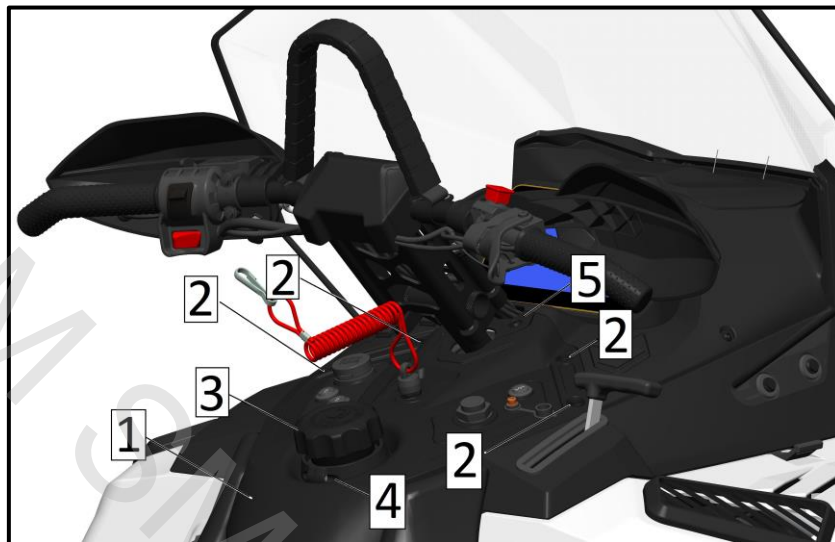

Рис. 2
1. Извлеките 4 вытяжных клипсы (поз. 2, рис. 2) с помощью съемника.
2. Снимите крышку топливного бака (поз. 3, рис. 2).
3. Снимите фиксирующий хомут (поз. 4, рис. 2) с помощью шестигранника 4 мм.
4. Снимите заднюю деталь головной панели (поз. 1, рис. 2).